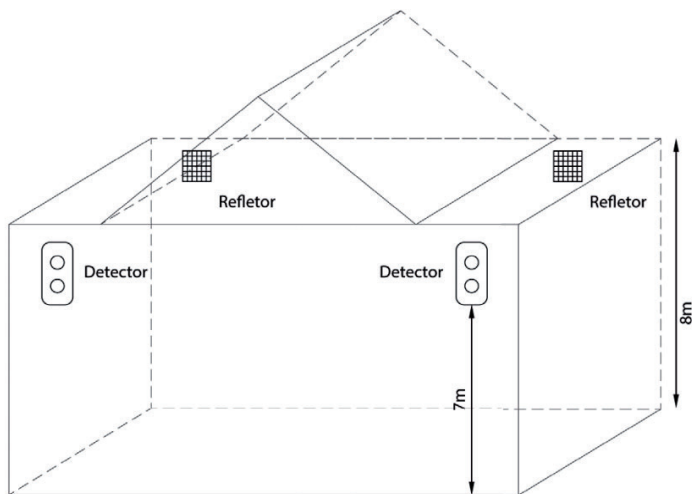

Fig. 06
c) Quando os espaços possuírem uma altura maior que 8m, o conjunto deve ser instalado a cerca de 7m de altura em relação ao chão (exemplo abaixo – Fig. 06). A distância do conjunto detector/refletor para o teto nunca deve ser menor que 0,5m.